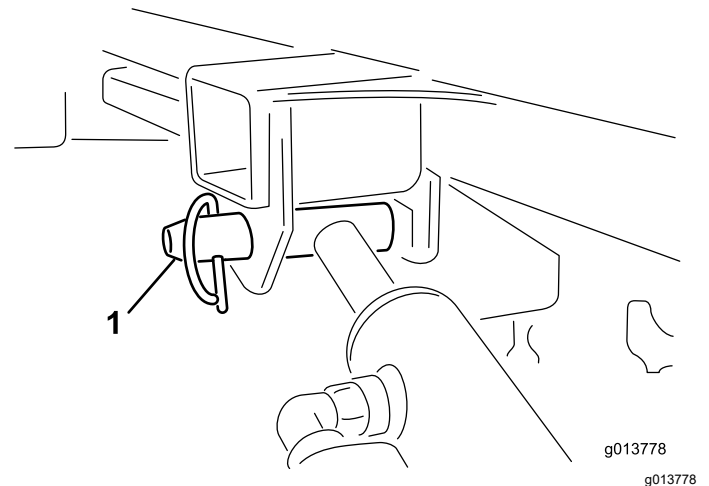

Figura 54
11. Susineți cilindrul de ridicare cu o mână. Cu cealaltă mână, îndepărtați tiftul de blocare al cilindrului de ridicare (Figura 54).